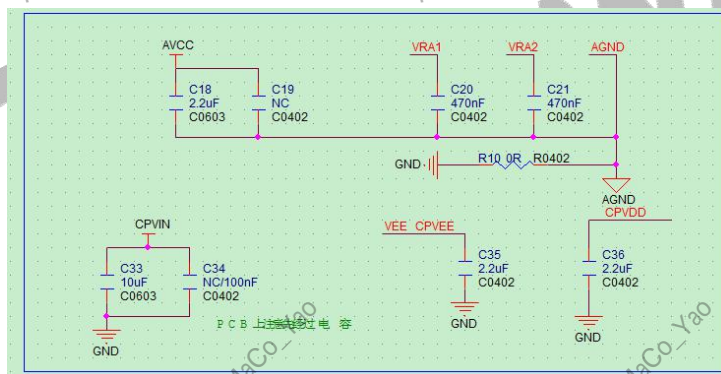

图 2-42 Audio codec 外围电路
- AVCC、VRA1、VRA2、AGND 的接地点汇总成一点，通过 0R 电阻到 GND。Audio codec 模块外围的络上电阻、电容的参数不能修改。如图 2-42 所示。